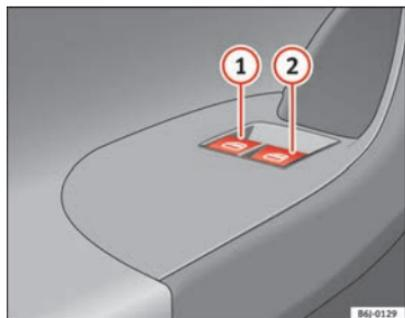

Fig. 48 Pormenor da porta do condutor: comandos para os vidros dianteiros.
Os botões ⇒ página 91, fig. 48 ①, ②, têm duas posições para a abertura dos vidros e outras duas para o fecho. É assim mais fácil controlar a abertura e o fecho.